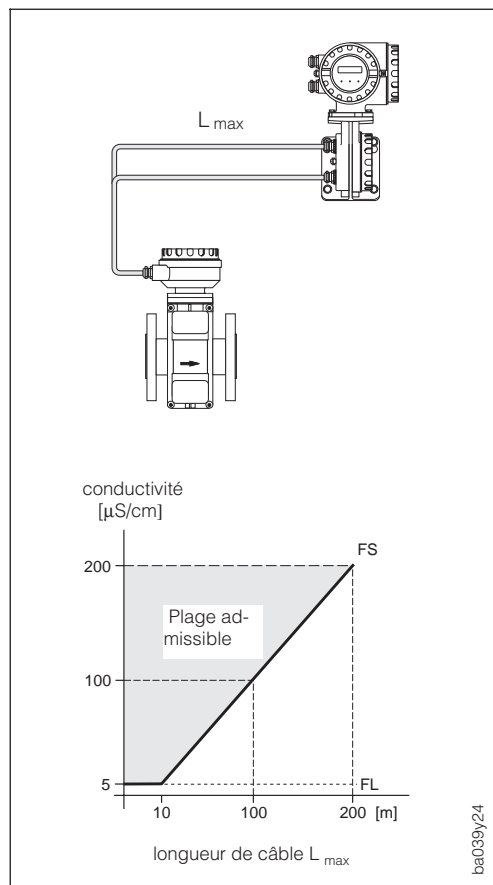

Fig. 19
- La longueur de câble max. L_{max} dépend en principe de la conductivité du produit (voir fig. 19) lorsque la distance est supérieure à 10 m.
- Tous les produits ayant une conductivité minimale $\geq 5 \mu\text{S/cm}$ (eau déminéralisée $\geq 20 \mu\text{S/cm}$) peuvent être mesurés, quelle que soit la distance entre le transmetteur et le capteur (voir fig. 19).